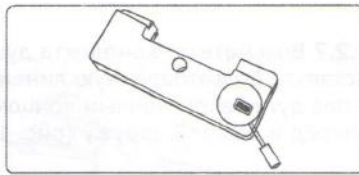

рис. 13
- на каждой из установленных на опорах подушек нанесён номер указанный в таблице сборки (см. рис. 13).